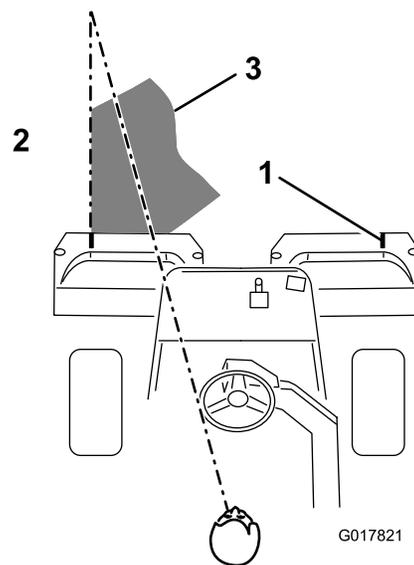

図 41
3. 行きと帰りでのオーバーラップができるだけ小さくなるように運転します。グリーン内をぶれずにきれいに直進し、刈り込みの済んだ列との距離を一定に保って走るためには、車体前方 1.8 から 3 m のところに視線を置いて、刈り込み済みの済んでいる列にラインを合わせるようにするのがコツです (図 41)。ハンドルを目印にして距離を合わせても良いでしょう。その場合、ハンドルの縁と本機前方の目標ラインとを重ねて見ながら運転します (図 41)。